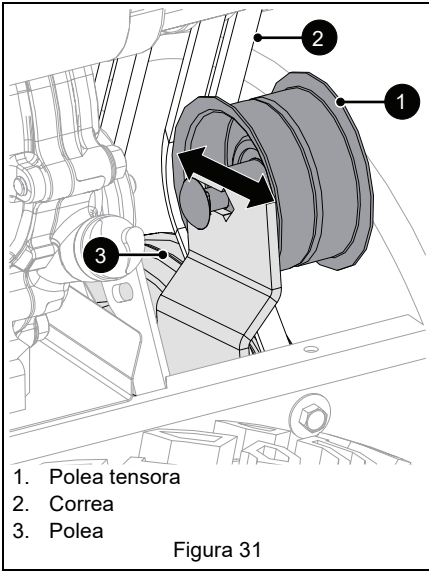

Figura 31
Ver Figura 31.
- Si hay una holgura menor de 1.6 mm (1/16"), afloje la tuerca de ajuste de la polea tensora, y aleje la polea tensora de la correa o la polea. Coloque la polea tensora para lograr una holgura mínima de la pastilla de freno de 1.6 mm (1/16") y una holgura de 12.7 mm – 22.2 mm (1/2" – 7/8") entre el rodillo de plástico y el bastidor. Ver Figura 31.